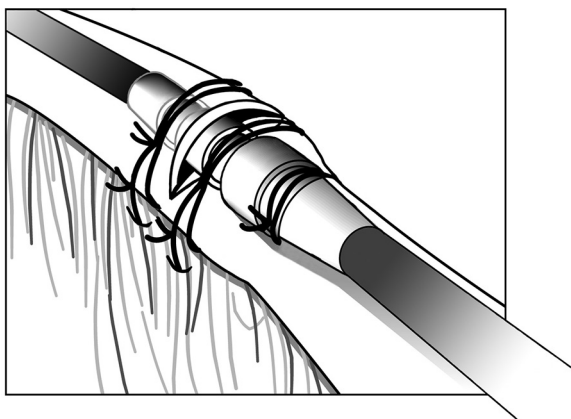

Figure 13. Exemple de manchon de suture, technique d'incision veineuse
3. En utilisant le même sillon, fixer la sonde et la veine sur le fascia adjacent (Figure 13 Exemple de manchon de suture, technique d'incision veineuse en page 29).